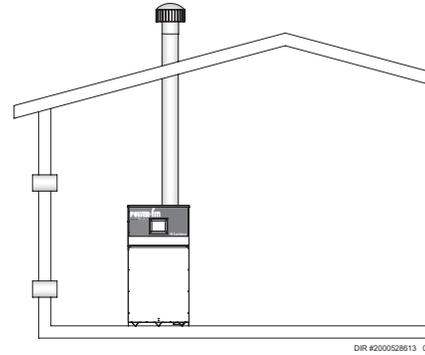

Figure 1-2_Air de combustion direct de l'extérieur
1. Si l'air est pris directement de l'extérieur du bâtiment sans conduite, aménager deux ouvertures permanentes dans la salle d'équipement, chacune avec une surface libre nette d'un pouce carré par 4 000 Btu/h d'entrée (5,5 cm² par kW) (voir figure 1-2).